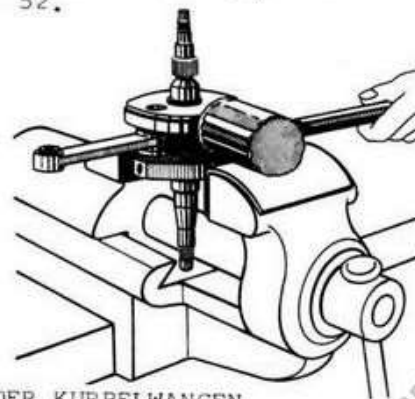

Fig. 52
- Eine der Wangen in den mit Aluminiumbacken versehenen Schraubstock festklemmen und mit einem Blei- bzw. Kupfer-Hammer von 1,5 bis 2,0 kg. Gewicht die freiliegende Wangen verschieben (siehe Fig. 52).
- Corriger la position du voile libre en frappant au moyen d'un maillet en plomb ou en cuivre (poids 1,5 à 2,0 kg), voir fig. 52.